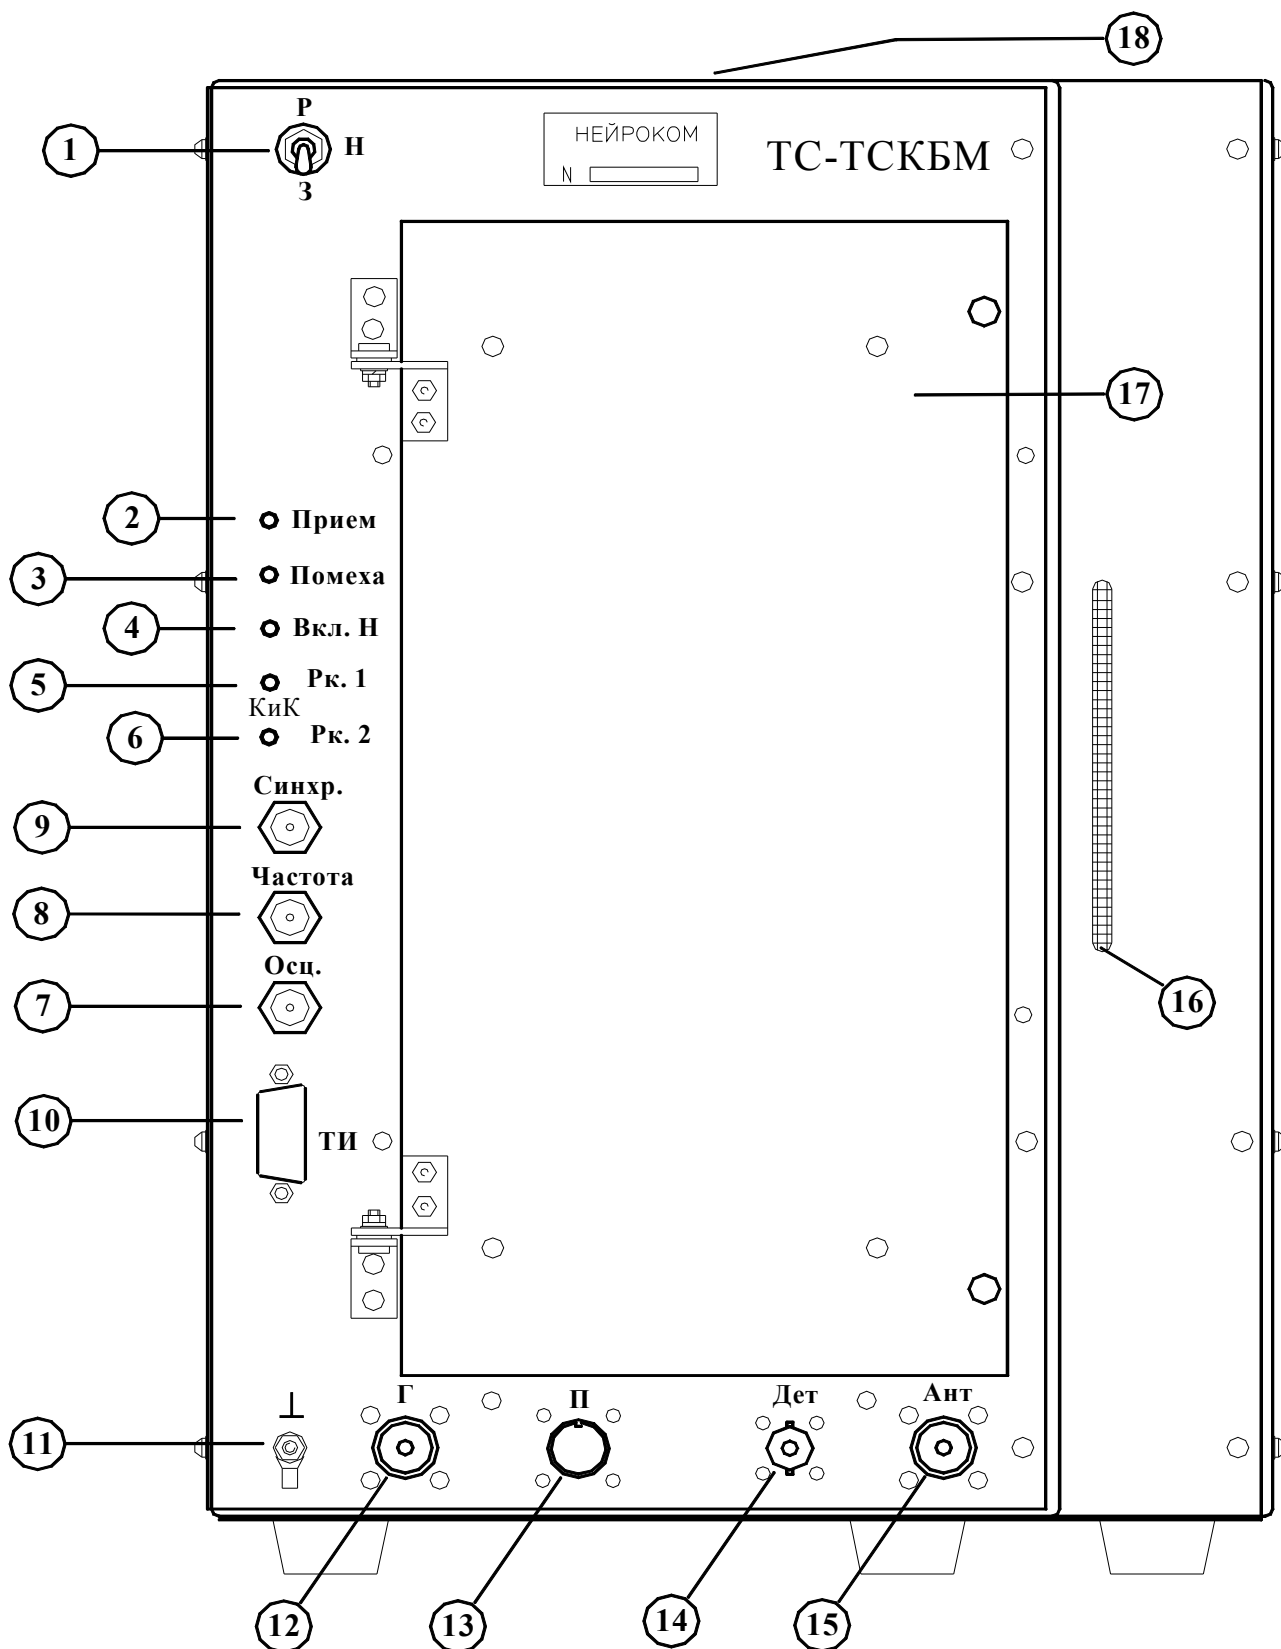

Рисунок 1.1 – Органы управления и индикации блока ТС-ТСКБМ
**Примечание 2** – Позиции органов управления, индикации и разъемов на блоках ТС-ТСКБМ и ТИ-ТСКБМ (рис. 1.1, 1.2) имеют сквозную нумерацию. Далее в тексте, если перед наименованием органа стоит цифра, то она обозначает номер позиции этого органа на рис. 1.1 и 1.2.
## 1.4.2 Органы управления и индикации блока ТС-ТСКБМ. Смотри рисунок 1.1.